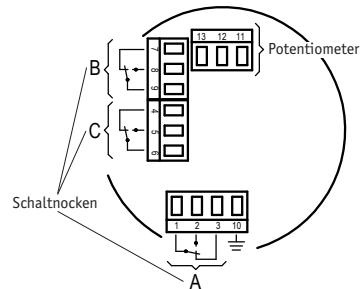

Abb. 5: Anschlussbelegung ohne Messwandler
- Litzen an den Klemmen des Gerätes anschließen (Abb. 5 und 6).